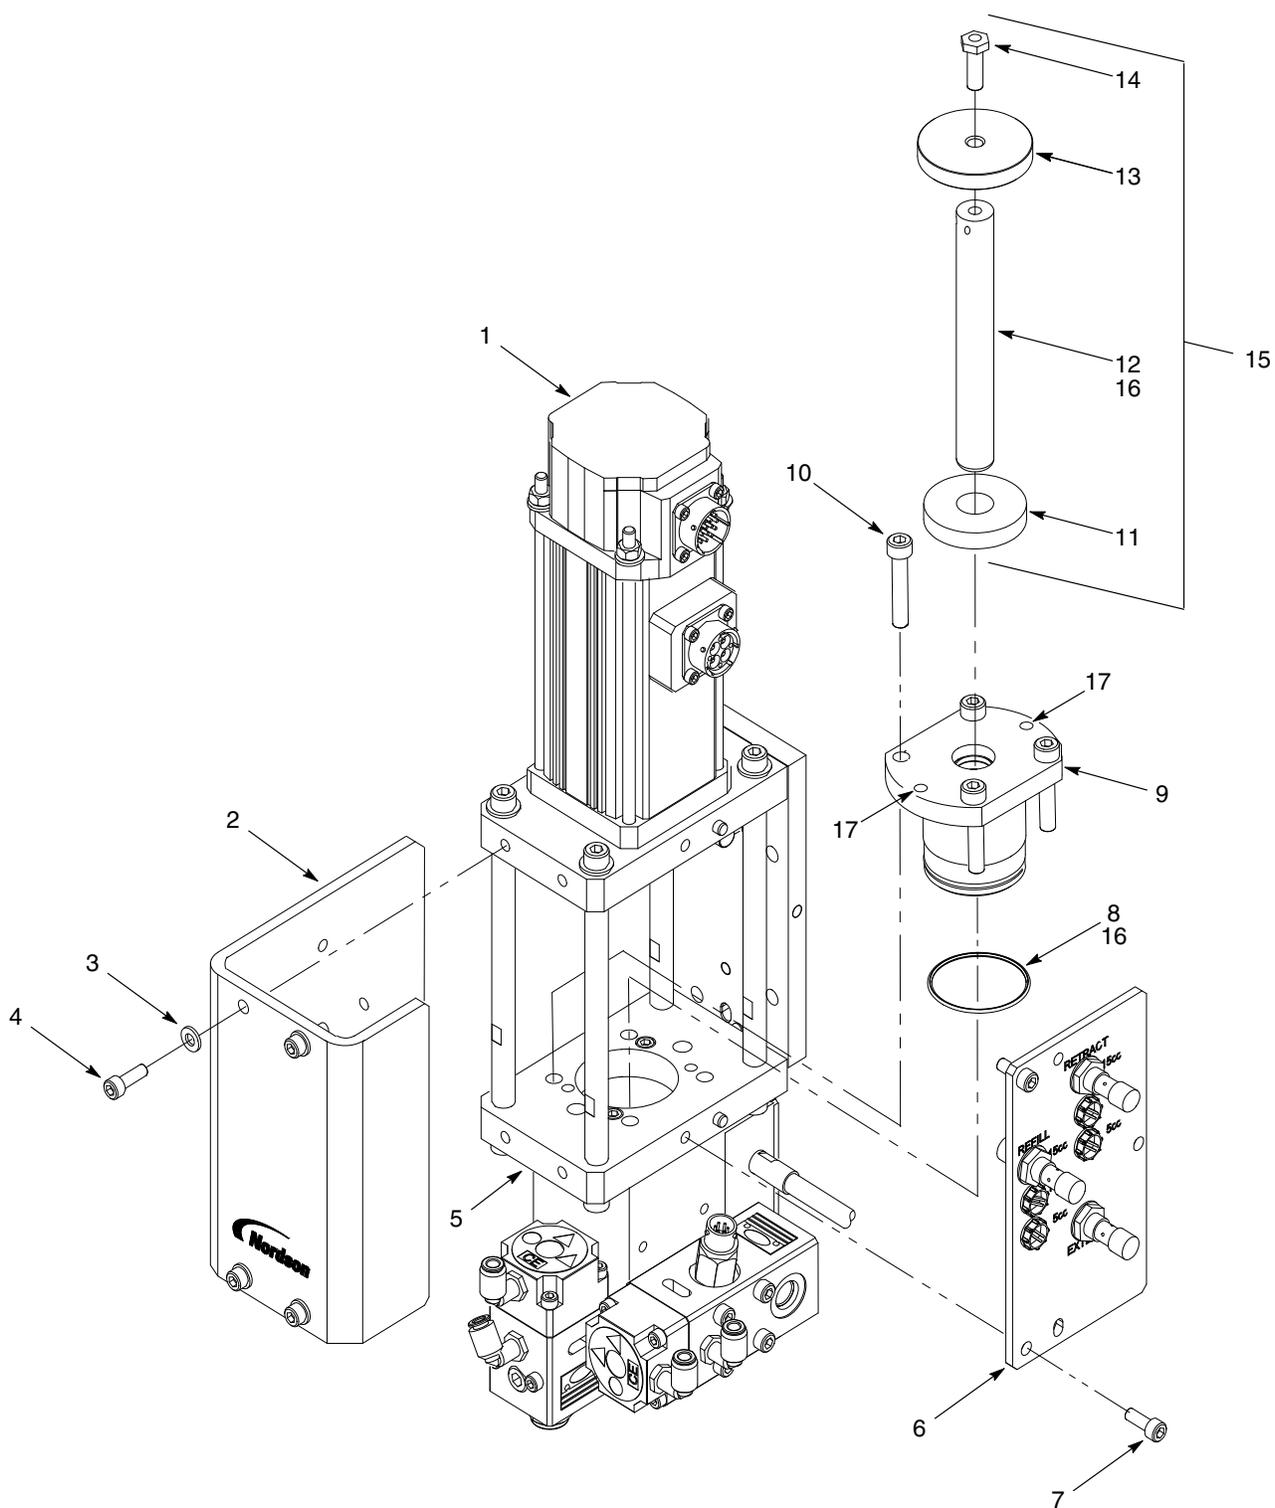

Figura 13 Riparazioni del gruppo stantuffo e premistoppa
2. Vedi figura 13. Togliere le viti (4) e le rondelle (3) che fissano il riparo (2) all'attuatore lineare (1) e alla flangia dell'alloggiamento (5).
3. Togliere le viti (7) che fissano la piastra di prossimità (6) all'attuatore lineare (1) e alla flangia dell'alloggiamento (5).
4. Togliere le viti (10) che fissano il gruppo premistoppa (9) alla flangia dell'alloggiamento (5). Eseguire quanto segue se il gruppo premistoppa non si può rimuovere dalla flangia dell'alloggiamento:
- a. Inserire due viti (10) nei fori filettati (17) del gruppo premistoppa.
5. Togliere l'o-ring (8) dal gruppo premistoppa (9). Gettare via l'o-ring.
6. Usando una pressetta manuale rimuovere il gruppo stantuffo (15) dal gruppo premistoppa (9).
7. Smontare il gruppo stantuffo (15).
- a. Smontare l'ammortizzatore dello stantuffo (11) dallo stantuffo (12).
- b. Inserire il dente della chiave nel foro sullo stantuffo (12). Togliere la vite (14) che fissa il disco di prossimità (13) allo stantuffo (12).
1. Vedi figura 13. Lubrificare l'o-ring del gruppo premistoppa (8) e il diametro interno del gruppo premistoppa (9) con grasso TFE (16).
2. Montare il gruppo stantuffo (15):
- a. Montare il disco di prossimità (13) sullo stantuffo (12).
- b. Avvitare la vite (14) nello stantuffo. Inserire il dente della chiave nel foro sullo stantuffo e serrare la vite a 13,5 N•m (10 ft-lb).
- c. Montare l'ammortizzatore dello stantuffo (11) nello stantuffo. Assicurarsi che l'ammortizzatore dello stantuffo sia a contatto con il disco di prossimità.
- d. Applicare grasso TFE (16) all'albero dello stantuffo.
3. Usando una pressetta manuale inserire il gruppo stantuffo (15) nel gruppo premistoppa (9).
4. Montare il gruppo premistoppa (9) sulla flangia dell'alloggiamento (5) usando le viti (10). Serrare le viti con schema incrociato a
5. Montare la piastra di prossimità (6) sull'attuatore lineare (1) e sulla flangia dell'alloggiamento (5) usando le viti (7). Serrare le viti a 13,5 N•m (10 ft-lb).